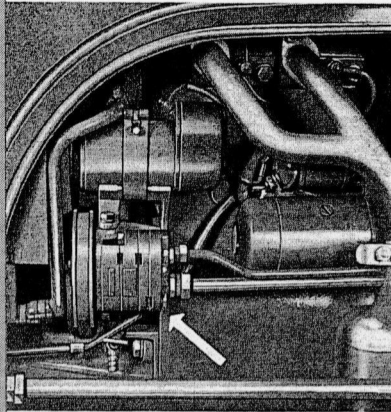

Bild 1
1. Zahnradpumpe (Bild 1) mit Halter und Antrieb